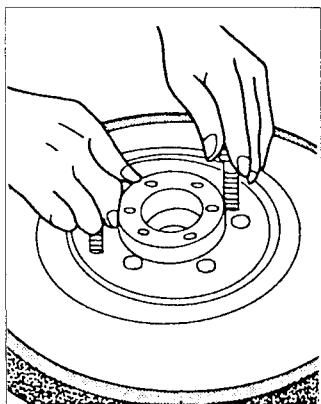

図1-9
(4) 移動フランジをはめ込む。
- ① 固定フランジに傷をつけないように、移動フランジをはめ込み、ボルトの取付け穴の位置が合っているかどうか確認する(図1-9)。